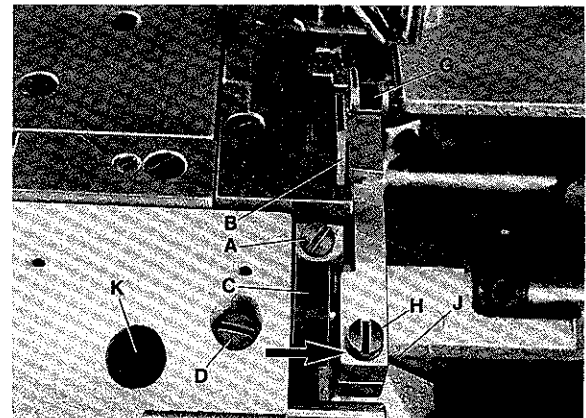
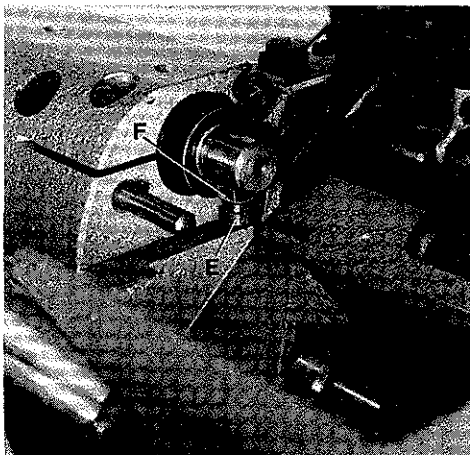
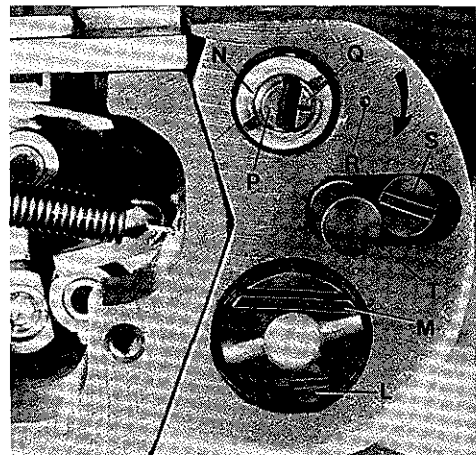

Fig. 50
Fig.51
Fig.52
Remove the edge guide. Loosen screw (A, Fig. 50) in lower knife holder (C) and move lower knife (B) up or down until its cutting edge is parallel and flush with throat plate top surface. Retighten screw (A).
Note: Lower knife holder (C, Fig. 50) is set at the factory so the cutting edge of lower knife is parallel with top surface of throat plate. When replacing the lower knife holder it has to be set accordingly. Loosen screw (D, Fig. 50) and turn lower knife holder (C) until the cutting edge of lower knife is parallel with top surface of throat plate. Secure this setting with stop screw (E, Fig. 51) and lock nut (F) in lower knife holder. Retighten screw (D, Fig. 50).
Loosen screw (D, Fig. 50) and align the width of trim to the right needle by moving lower knife holder (C) laterally. If this adjustment is obstructed by the upper knife (G), loosen screw (H) and move the upper knife to the right. Retighten screw (D) and also screw (H) if loosened, after setting the lower knife.
Check after making this setting, if the upper knife holder (J, Fig. 50) can be moved in direction of the arrow (see Fig. 50) against the pressure of the spring. If this is not possible, loosen screw (H) and move the upper knife holder (J) accordingly to the right. Retighten screw (H).
Remove the cylinder cover and loosen screw (L, Fig. 52). Adjust by means of stop (M) the highest obtainable throw of upper knife. Retighten screw (L) and rotate pulley until the upper knife is in its down position.
Entfernen Sie die Stoffkantenführung. Lösen Sie die Schraube (A, Fig. 50) im Untermesserhalter (C) und schieben Sie das Untermesser (B) nach oben oder unten bis die Schneide parallel und auf gleicher Höhe mit der Stichplattenoberfläche steht. Ziehen Sie die Schraube (A) wieder an.
Beachten Sie: Der Untermesserhalter (C, Fig. 50) wird im Werk so eingestellt, daß die Schneide des Untermessers parallel zur Stichplattenoberfläche steht. Beim Austausch muß ein neuer Untermesserhalter entsprechend eingestellt werden. Lösen Sie die Schraube (D, Fig. 50) und drehen Sie den Untermesserhalter (C, Fig. 50) bis die Untermesserschneide parallel zur Stichplattenoberfläche steht. Sichern Sie diese Einstellung mit der Anschlagsschraube (E, Fig. 51) und der Kontermutter (F) im Untermesserhalter. Ziehen Sie die Schraube (D, Fig. 50) wieder an.
Lösen Sie die Schraube (D, Fig. 50) und richten Sie durch seitliches Verschieben des Untermesserhalters (C) die Abschnittsbreite zur rechten Nadel entsprechend aus. Wird diese Einstellung durch das Obermesser (G) behindert, lösen Sie die Schraube (H) und schieben das Obermesser nach rechts. Ziehen Sie nach der Einstellung des Untermessers die Schraube (D) und gegebenenfalls die Schraube (H) wieder an. Prüfen Sie nach dieser Einstellung, ob sich der Obermesserträger (J, Fig. 50) in Pfeilrichtung (siehe Fig. 50) entgegen der Kraft der Andrückfeder bewegen läßt. Ist dies nicht möglich, lösen Sie die Schraube (H) und drücken den Obermesserträger (J) entsprechen nach rechts. Ziehen Sie die Schraube (H) wieder an.
Entfernen Sie den Zylinderdeckel und lösen Sie die Schraube (L, Fig. 52). Stellen Sie mit dem Anschlag (M) den größtmöglichen Hub des Obermessers ein. Ziehen Sie die Schraube (L) wieder an und bringen Sie durch Drehen am Handrad das Obermesser in die unterste Stellung.
Adjust the lateral cutting pressure by turning nut (N, Fig. 52). Turning the nut clockwise increases the cutting pressure, turning it counterclockwise acts the reverse.
To adjust the shear angle loosen screws (H and K, Fig. 50). Set shaft (P, Fig. 52) so, that mark (Q) on the shaft and mark (R) in cylinder are lined up.
Turning shaft (P, Fig. 52) in direction of the arrow increases the shear angle, turning it against direction of the arrow decreases it. Retighten screws (H and K, Fig. 50) and make sure that the settings described in paragraph "SETTING THE UPPER KNIFE" are not disturbed.
Remove cylinder cover. Loosen screw (S, Fig. 52) and move push button (T) slightly back and forth until it engages as described. Retighten screw (S).
If it is not possible to engage the push button with this adjustment, loosen screw (L, Fig. 52) and turn stop (M) clockwise until the push button engages. Retighten screw (L).
Der seitliche Schneiddruck wird durch Drehen der Mutter (N, Fig. 52) eingestellt. Drehen der Mutter im Uhrzeigersinn erhöht den Schneiddruck, drehen im Gegenuhrzeigersinn vermindert ihn.
Zur Einstellung des Scherwinkels lösen Sie die Schrauben (H und K, Fig. 50). Stellen Sie die Achse (P, Fig. 52) so, daß sich die Markierungen (Q) auf der Achse und (R) am Zylinder gegenüberstehen.
Drehen der Achse (P, Fig. 52) in Pfeilrichtung vergrößert den Scherwinkel, drehen in entgegengesetzter Richtung verkleinert ihn. Ziehen Sie die Schrauben (H und K, Fig. 50) wieder an und beachten Sie, daß die im Abschnitt "EINSTELLUNG DES OBERMESSERS" beschriebenen Einstellungen erhalten bleiben.
Entfernen Sie den Zylinderdeckel. Lösen Sie die Schraube (S, Fig. 52) und bewegen Sie den Druckknopf (T) leicht hin und her bis er wie oben beschrieben einrastet. Ziehen Sie die Schraube (S) wieder an.
Läßt sich der Druckknopf durch diese Einstellung nicht einrasten, lösen Sie die Schraube (L, Fig. 52) und drehen den Anschlag (M) im Uhrzeigersinn bis der Druckknopf einrastet. Ziehen Sie die Schraube (L) wieder an.